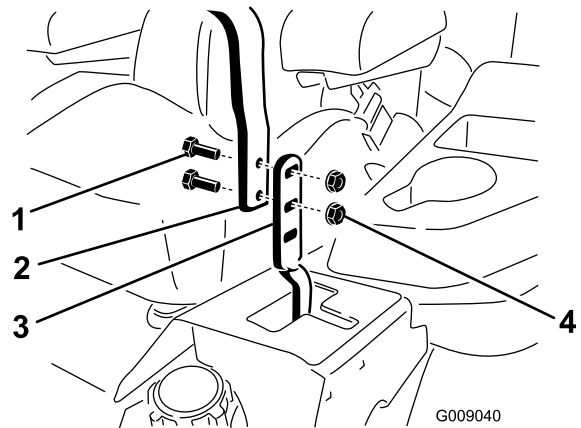

Figura 74
- Allentate i bulloni e i dadi delle flange montati sulle leve (Figura 74).